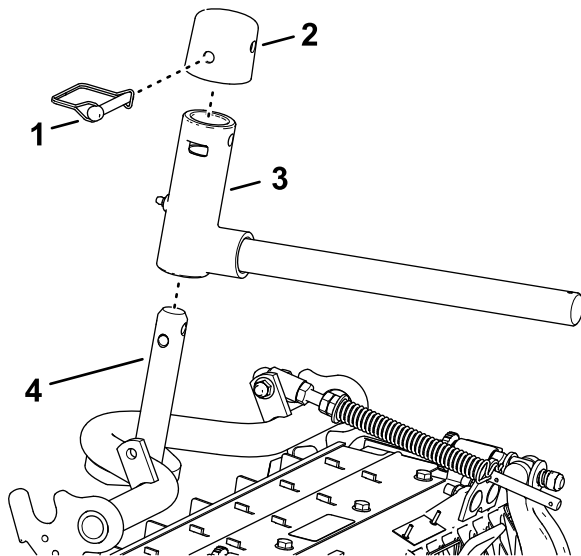

Figure 26
- Placez la chape de pivot sur l'arbre du bâti porteur (Figure 26).